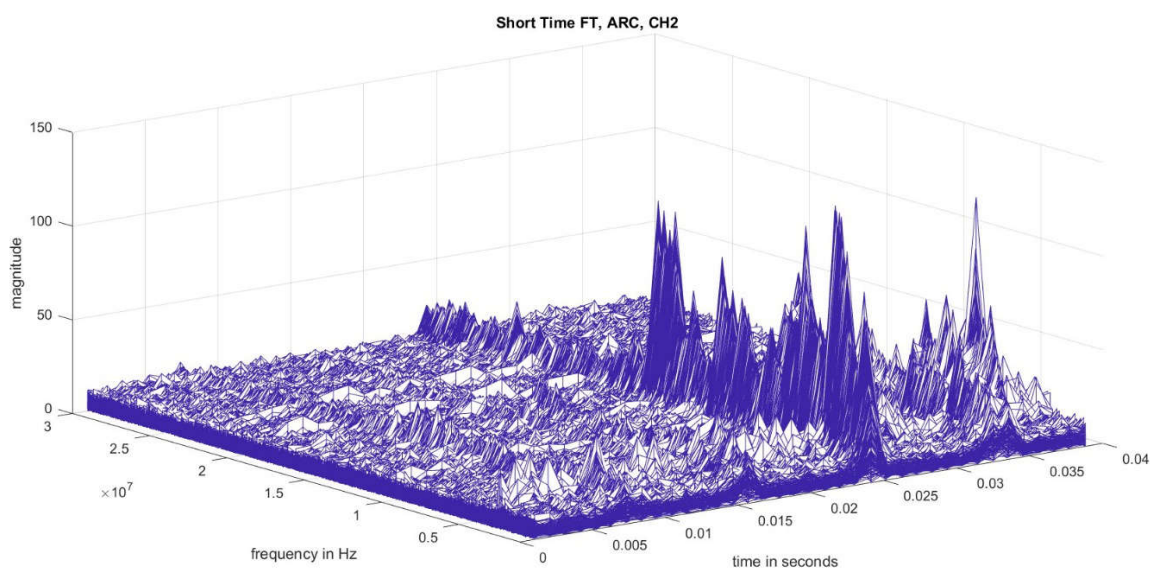

図 2. アーク放電のある真空モーター
**図 2** に、アークが連続する真空モーターを示します。**8.3** ミリ秒 (**60Hz** の半周期) ごとに、アーク発火から顕著なピークが生じる一方、ベースのノイズレベルはわずかに高くなっています。この場合、ノイズフロアは電流の測定に使用するプローブからのものです。次のセクションでは、アーク検出用のログ検出器を使用してこの高いピーク ノイズと低レベルのベースノイズを抽出する回路の明確な設計を示します。